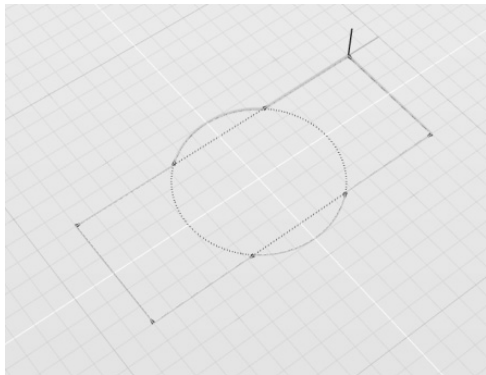

图 3-49 交切并移除部分曲线段
2) 使用“交切曲线”工具, 当控制台提示“拾取曲线”时, 将两条曲线依次选中, 并按〈Enter〉键或空格键确认; 当提示“拾取待移除片段”时, 用鼠标点选所有位于中间区域内的曲线段进行移除, 获得图 3-49 所示的结果, 按〈Enter〉键或空格键确认。